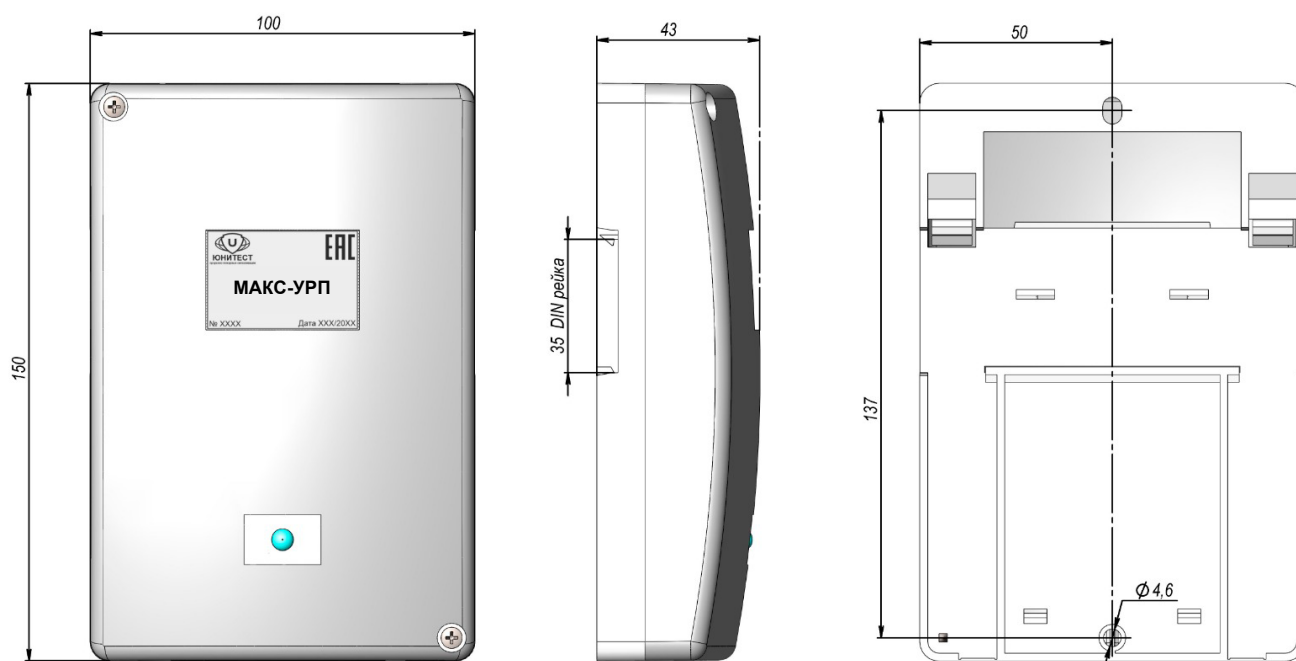

Рис.1. Габаритные и установочные размеры МАКС-УРП.
2.1.2. Габаритные и установочные размеры модуля показаны на рис.1.